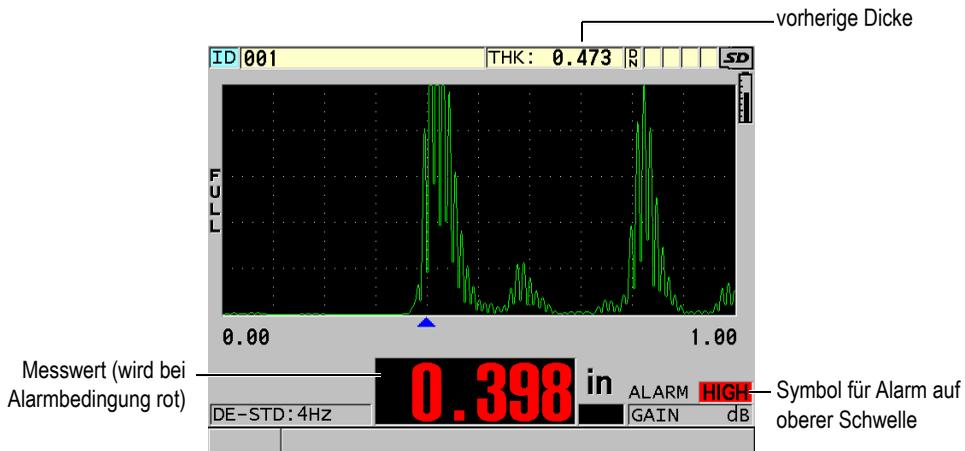

Abbildung 8-4 Beispiel für Alarm auf oberer Schwelle (HIGH)
- Die Kennzeichnung für **HIGH**- oder **LOW**-Alarm blinkt auf rotem Hintergrund in der unteren rechten Ecke des Messfensters (siehe Abbildung 8-4 auf Seite 136).